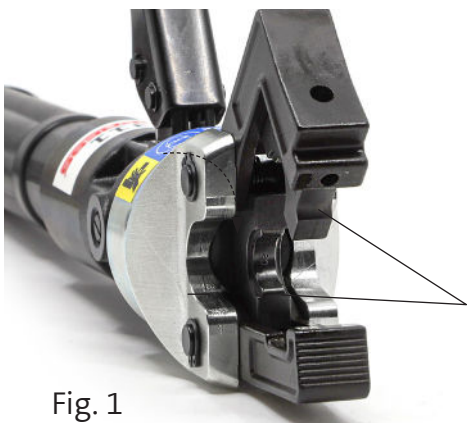
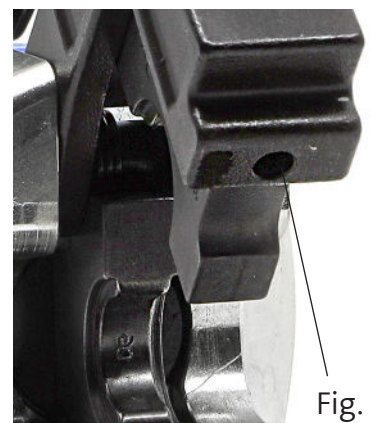

Fig. 1
Fig. 3
- 1. Abra el portamordazas, gire el tornillo de ajuste (fig. 3) hasta la posición correspondiente al tipo de mordaza e instale las mordazas de prensado en el cabezal de engarzado. Cierre la bisagra (fig. 1). Asegúrese de haber elegido la combinación correcta de mordazas.